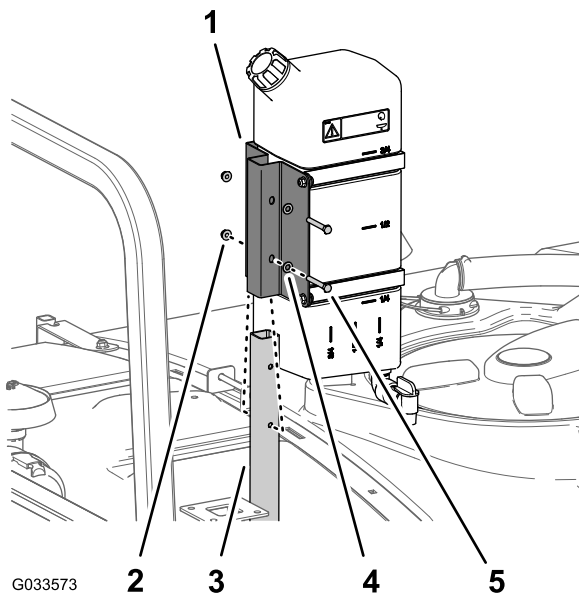

Figura 45
1. Asamblează rezervorul de apă dulce și suportul pe tubul de susinere cu cele 2 uruburi (5/16 x 2 1/4") și cele 2 contrapiulițe cu guler (5/16") așa cum este indicat în Figura 45.